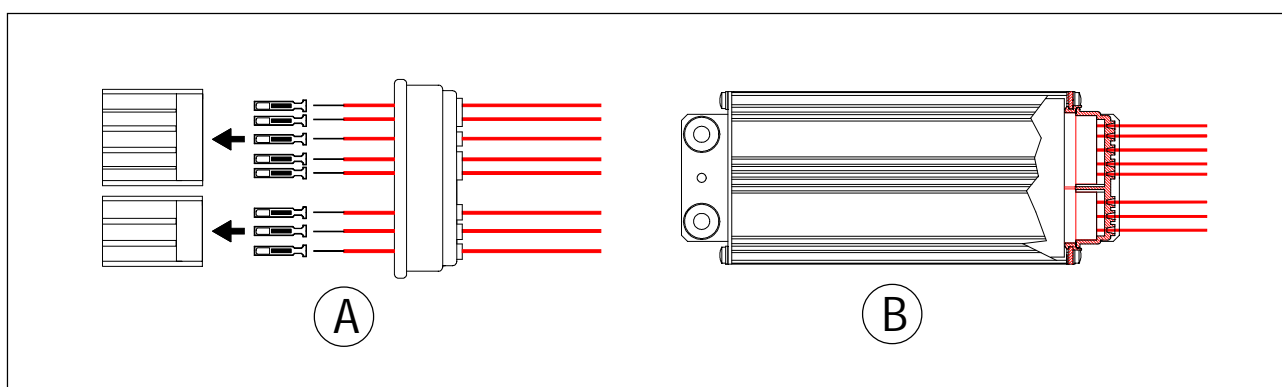

FIGURA 3
- Ajustar as duas caixas de ligação no interior da manga e ligar o conjunto caixas de ligação-manga à fonte (Figura 3.B).